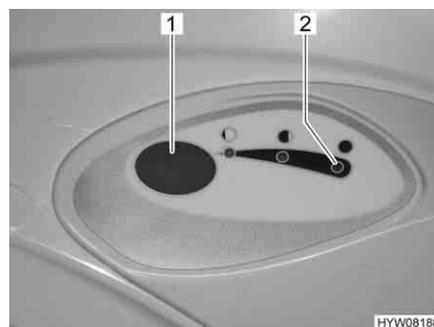

Fig. 196 Bouton pour la chasse d'eau/
- Pour actionner la chasse d'eau, appuyer sur le bouton bleu (Fig. 196,1).
Le voyant de contrôle (Fig. 196,2) s'allume lorsque le réservoir pour matières fécales doit être vidé.